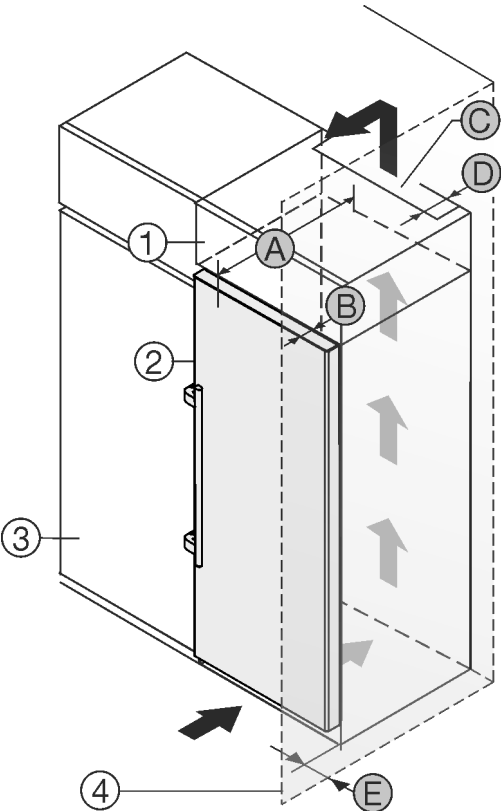

Fig. 2
- (1) Armario superior *
- (2) Aparato *
- (3) Armario de cocina *
- (4) Pared *
- (A) Profundidad del aparato *
- (B) Profundidad de la puerta *
- (C) Sección transversal de ventilación *
- (D) Distancia con respecto a la parte trasera del aparato *
- (E) Distancia con respecto al lateral del aparato *
Puede colocar el electrodoméstico directamente al lado del armario de cocina *Fig. 2 (3)*.*
En la parte trasera del armario superior debe haber una cámara de salida de aire con una profundidad *Fig. 2 (D)* que abarque toda la anchura del armario.*
Bajo el techo de la estancia debe mantenerse la sección transversal de ventilación *Fig. 2 (C)*.*
Si el electrodoméstico se instala con las bisagras junto a una pared *Fig. 2 (4)*, la distancia entre el electrodoméstico y la pared debe ser de como mínimo 57 mm. Esto equivale al saliente del tirador con la puerta abierta.*
Para poder abrir totalmente la puerta, el electrodoméstico debe sobresalir la profundidad de la puerta *Fig. 2 (B)* respecto del frente del armario de cocina. El electrodoméstico puede sobresalir más en función de la profundidad de los armarios de cocina *Fig. 2 (3)* y del uso de distanciadores de pared.*